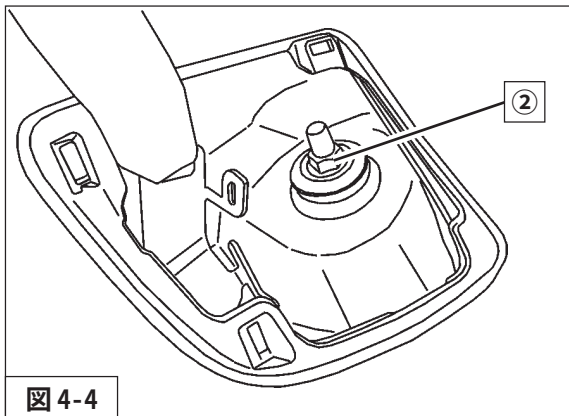

図 4-4
6. ②ダンパーアッパー取付ナット（締付トルク：25N・m）を取付けてください。（図 4-4）